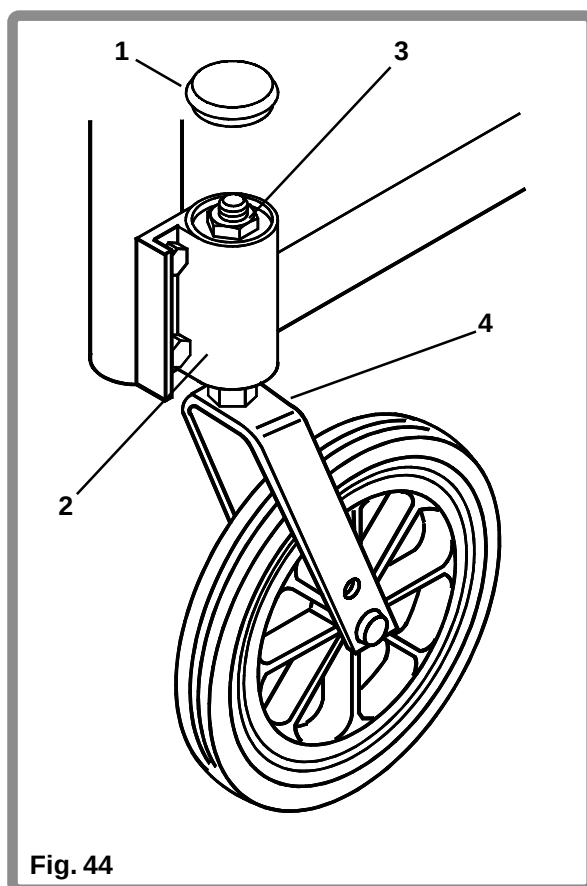

Fig. 44
Pour ajuster le jeu des roulements des roulettes (Fig. 44), enlevez le couvercle anti-poussière (1) du logement à roulements (2), et ajustez le jeu en serrant l'écrou d'attache (3) à l'aide d'une clé à pipe d'une ouverture de 19 mm. Serrez d'un huitième de tour à la fois jusqu'à ce que le jeu disparaisse, mais toujours en permettant à l'ensemble de la fourche de la roulette (4) de pivoter librement.